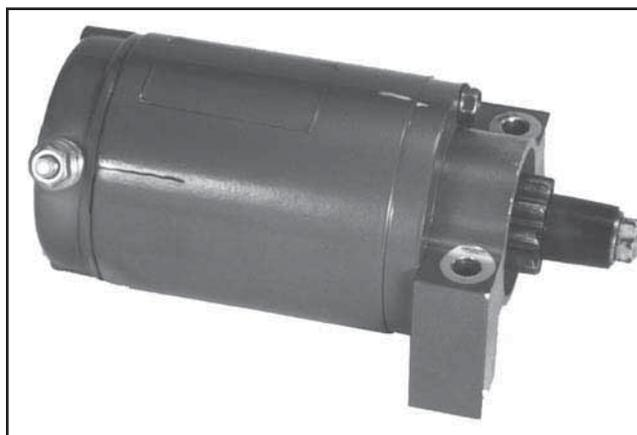

Figure 8-41. Marques d'alignement du groupe de démarrage.
2. Repérer la petite ligne en relief sur le bord du capot de culasse de la transmission. Sur les démarreurs avec capots de culasse du commutateur de type « A », elle doit être alignée sur une ligne marquée au préalable sur le châssis du démarreur. Le châssis des démarreurs avec capots de culasse de type « B » ne comporte pas de ligne. Appliquer un morceau de ruban adhésif sur le châssis et tracer une ligne sur le ruban au même niveau que la ligne en relief du capot de culasse. Voir la Figure 8-41.
3. Installer le capot de culasse de la transmission sur l'arbre de transmission. Vérifier que les marques sur le capot de culasse et sur le châssis du démarreur sont bien alignées. Voir la Figure 8-41.